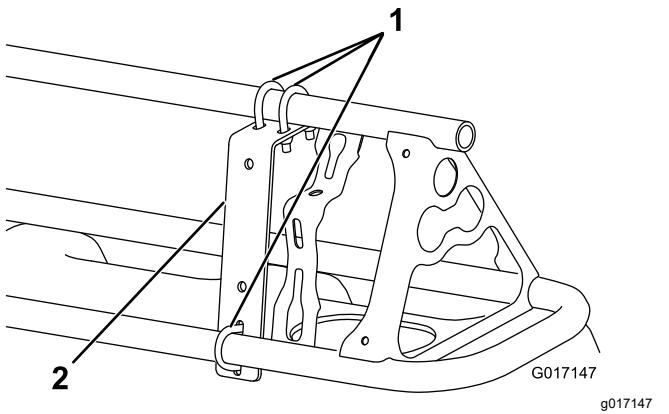
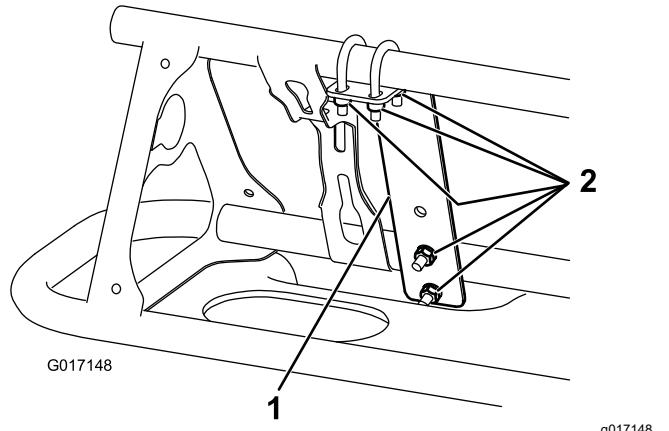

Figura 14
Figura 15
- Instale un soporte de montaje en el lado delantero de cada brazo, cerca de la boquilla exterior (Figura 14 y Figura 15) con 3 pernos en U y 6 contratuercas (1/4").